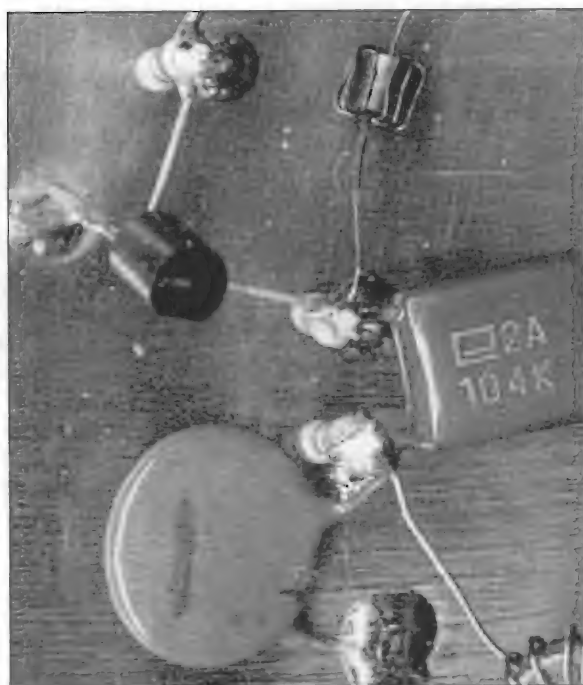

Figura 8 - Particolare dello stadio finale; notare la RFC1.
– RFC1 è una perlina di ferrite (si chiamano beads) con una decina di spire (figura 8).